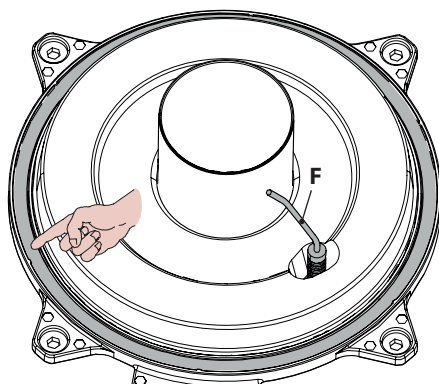

Figura 9.17
- La guarnizione in silicone della parete frontale della camera di combustione Figura 9.17 deve essere cambiata se deteriorata.
- L'elettrodo di accensione/rivelazione **F** in Figura 9.17 funge anche da sensore per il corretto scarico della condensa.